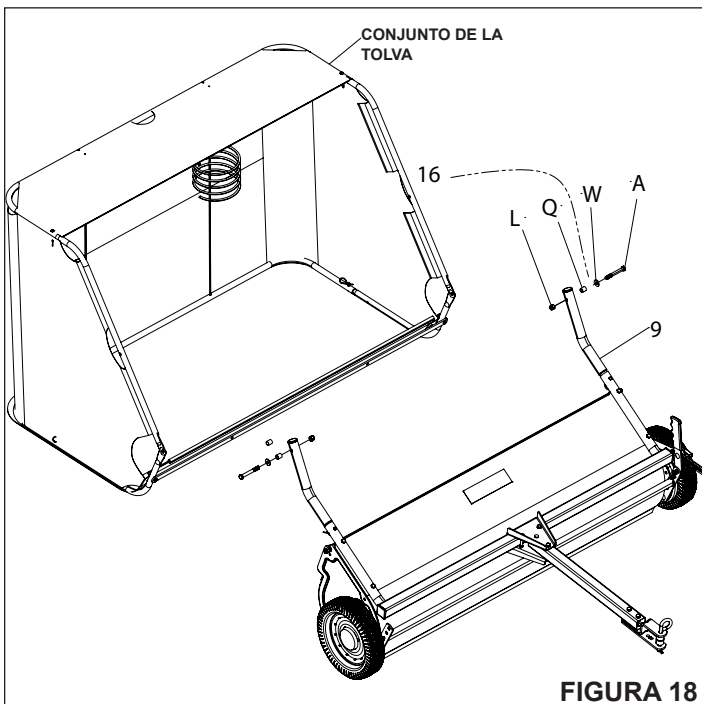

FIGURA 18
PASO 18: (VEA LA FIGURA 18)
- Coloque el conjunto de la tolva sobre el conjunto de la carcasa alineando los tubos de los brazos de la bolsa (9) con los orificios de montaje.
- Asegure cada tubo del brazo de la bolsa (9) utilizando los pernos hexagonales (A), las arandelas (W), los espaciadores (Q) y las tuercas autofrenantes (L).